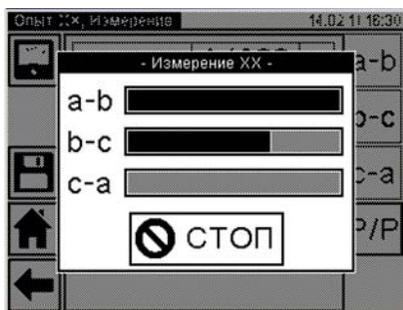
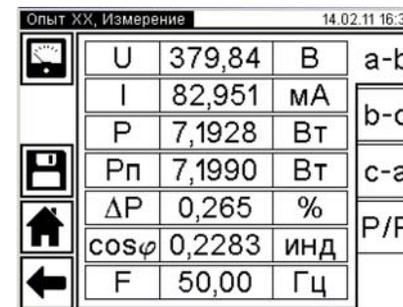
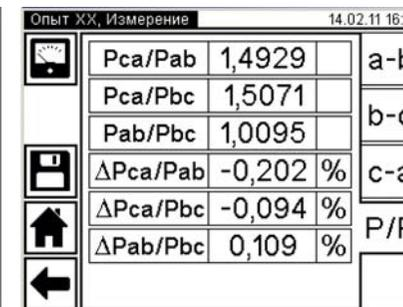

Рисунок 6.19
Рисунок 6.20
Рисунок 6.21
15) Выполнить измерение, для чего нажать кнопку в окне "Опыт XX. Измерение" (рисунок 6.18). На экране появится окно, демонстрирующее динамику процесса измерения (рисунок 6.19), а затем – результаты измерения (рисунок 6.20, 6.21). Для просмотра всех результатов поочередно нажать на вкладки "a-b" (рисунок 6.20), "b-c", "c-a", "P/P" (рисунок 6.21). При необходимости процесс измерения может быть остановлен нажатием кнопки СТОП.